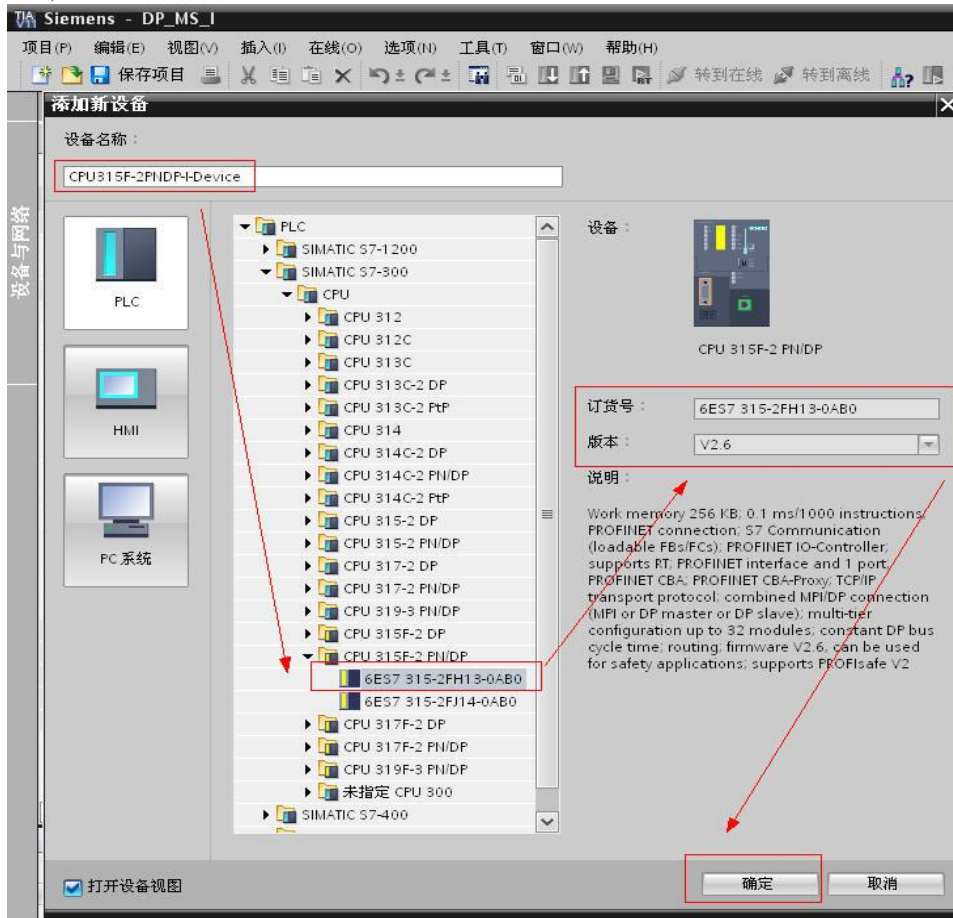

图 2-2 插入站
2) 添加新设备, 将名字命名为: CPU315F-2PN/DP, 如图 2-2